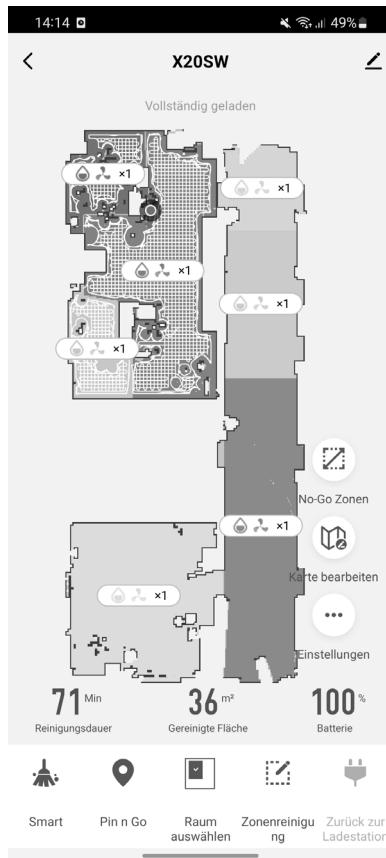

Abb. 11
- Klicken Sie hierzu wie auf **Abb. 11** dargestellt auf den Bereich „Smart“ im unteren Bildschirmbereich.